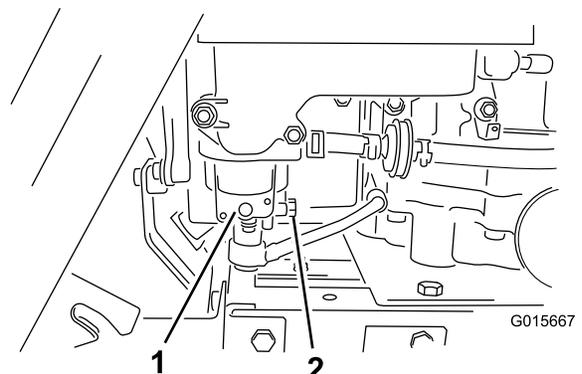

Bild 24
- Öffnen Sie die Motorhaube und ermitteln Sie den Vergaser unter dem Luftfilter (Bild 24).
Hinweis: Der Verschluss der Vergaserschwimmerkammer zeigt zum Heck der Maschine (Bild 24).